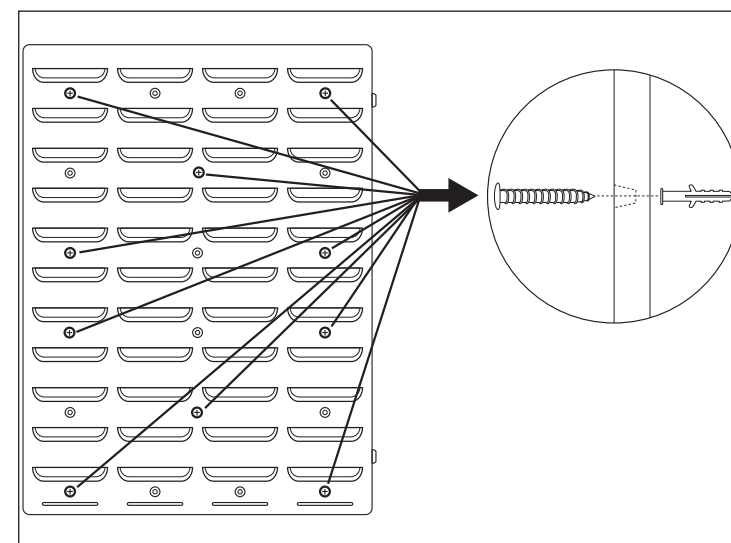

Abb. 2
- Schrauben Sie die Wandpaneele mit mindestens je 10 Schrauben an die Wand (siehe Abb. 2).